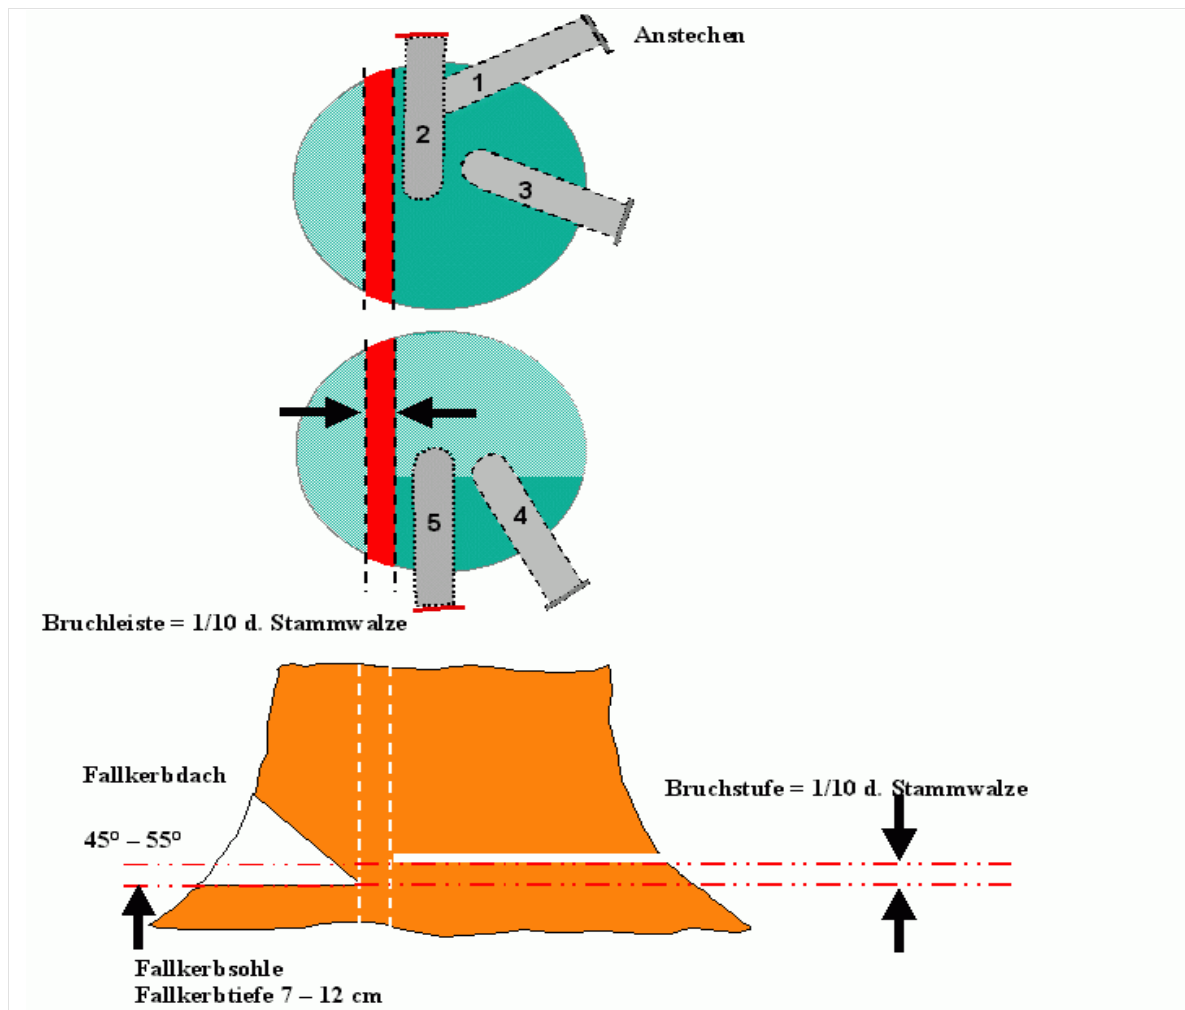
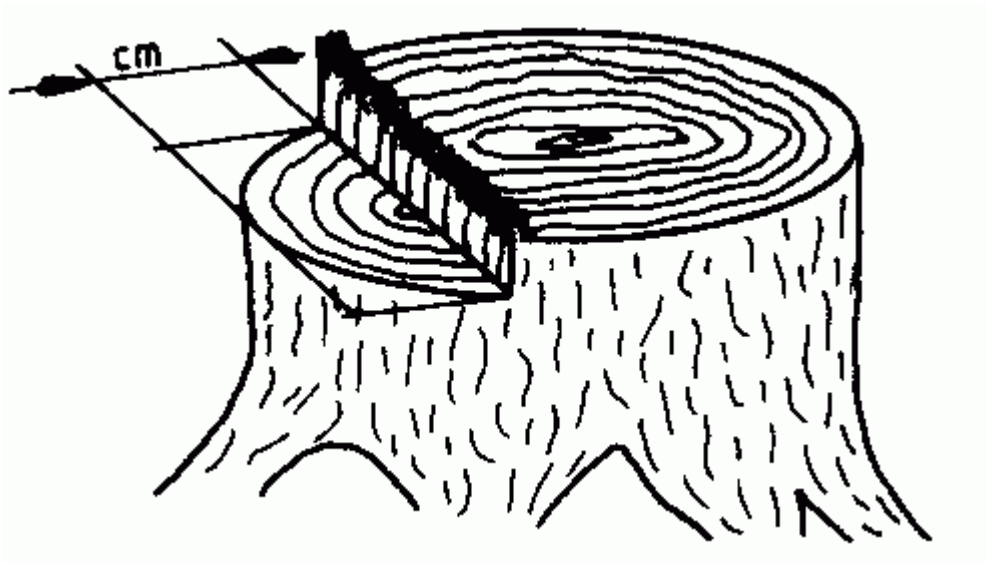

Abb. 2 Maßvorgaben für den Fallkerb und Fällschnitt
Abb. 3 Fallkerbtiefe 7 cm - 12 cm
- **Abb. 2:** Die Bruchleiste ist zu schmal geschnitten wird, aber vorne im Fallkerb nicht beschädigt (siehe Abb.3). Hier werden keine Fehlerpunkte vergeben, wenn die Werte am Rande der Bruchleiste stimmen.
- **Abb. 3:** Die Bruchleiste wurde vorne durchtrennt. Der Teilnehmer erhält im Protokoll 0 Punkte für die Stärke der Bruchleiste (Tabelle 5).